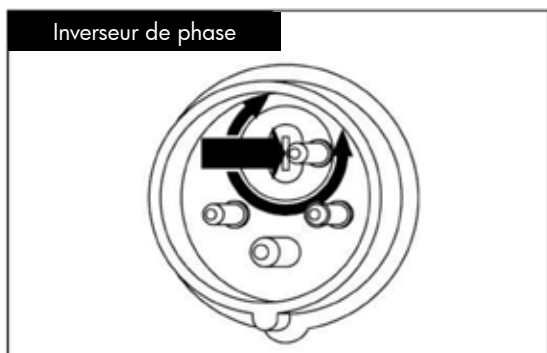

Fig. 6 Inverseur de phase
4. Si l'installation est équipée d'un inverseur de phase (figure 6), corrigez si nécessaire le sens de rotation avec ce dernier.